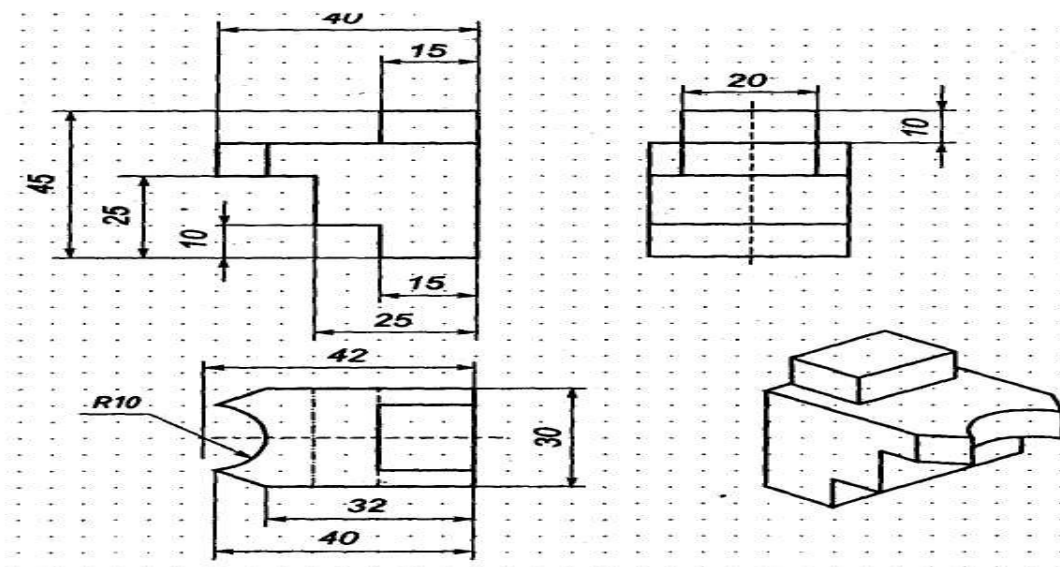

Рис. 39
20. Плоский чертеж трех видов детали готов (рис.39).